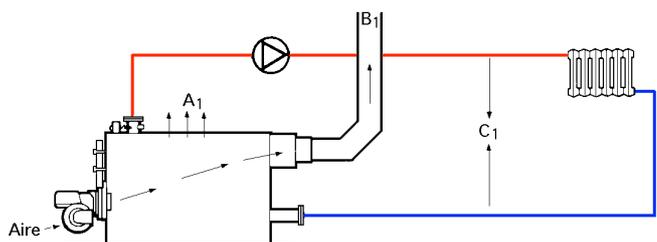

Fig III.17.- Pérdidas con la caldera parada por el termostato
Con la caldera parada por el termostato, Fig III.17
- Si la caldera se ha parado por el termostato, ésta y las tuberías continúan perdiendo calor C_1 y paulatinamente irá descendiendo la temperatura del agua que contienen, Fig III.17.
La de enfriamiento del circuito de humos por la circulación de aire a través de él B_1 , Fig III.17.